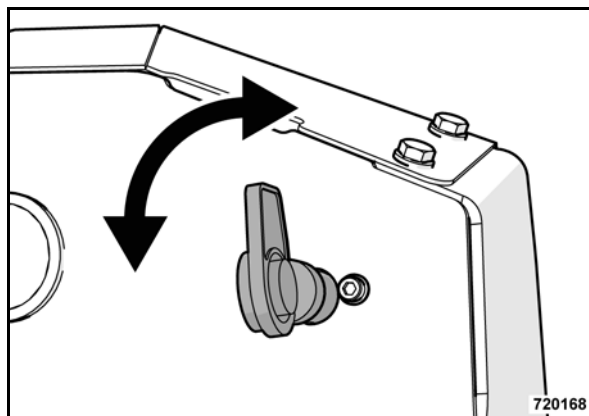

Рис. 142
- Включить выключатель аккумуляторной батареи (Рис. 142) (положение "Вертикально").